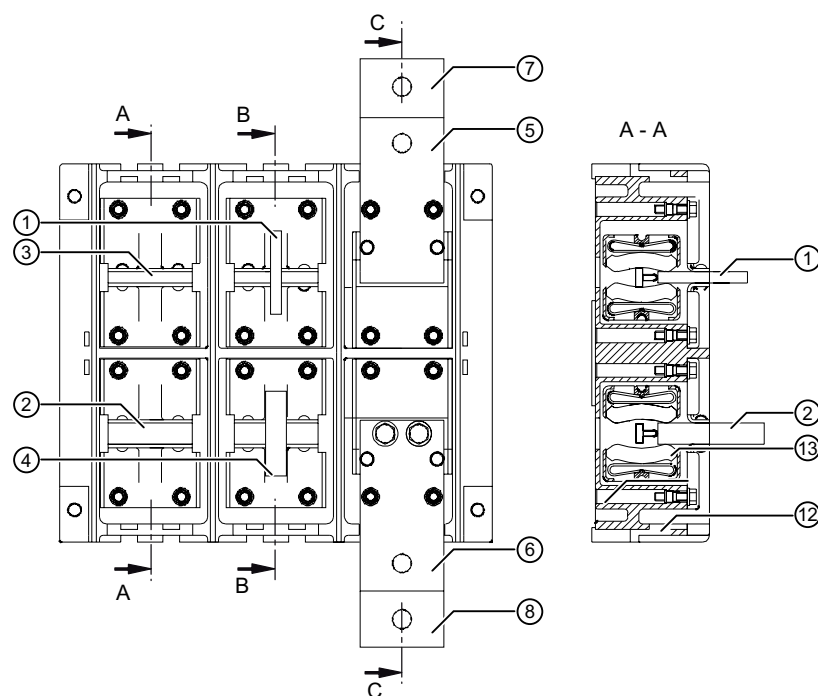

Рис. 1: Задняя стенка выдвижной рамы, вид сзади, возможные виды подключения
Вставить новые соединители согласно Рис. 1 и Рис. 2 и прочно завинтить прилагаемыми винтами и упругими зажимными шайбами. Момент затяжки 8 ± 1 Нм. Упорядочение крепежных винтов смотри на Рис. 1, положение упругих зажимных шайб на Рис. 2.
1. Выкрутить имеющиеся соединители. Для этого открутить крепежные винты ⑮ и вынуть соединители с пластинчатыми блоками (X) (Рисунок 1)